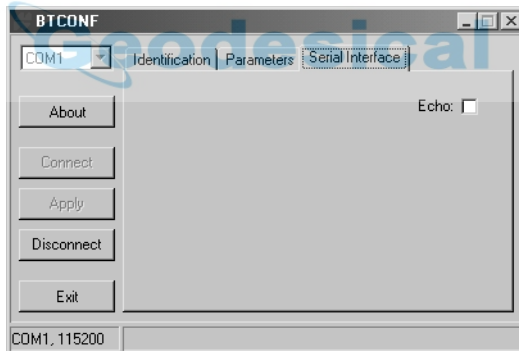

Figura 2-45. Pestaña Serial Interface de BTCONF
9. Haga clic en la pestaña **Serial Interface** (Figura 2-45). Habilite Echo para mostrar las respuestas del módulo Bluetooth y los comandos correspondientes en el terminal de la computadora. De ser necesario, haga clic en **Apply**.